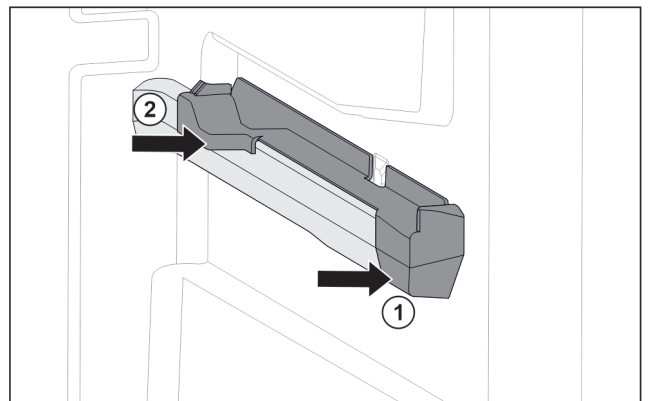

Fig. 148 Élément emboîtable sur la nervure de récipient droite
- ▶ Poser le devant de l'élément emboîtable contre la nervure de récipient. Fig. 148 (1)
- ▶ Enfoncer l'arrière de l'élément emboîtable. Fig. 148 (2)